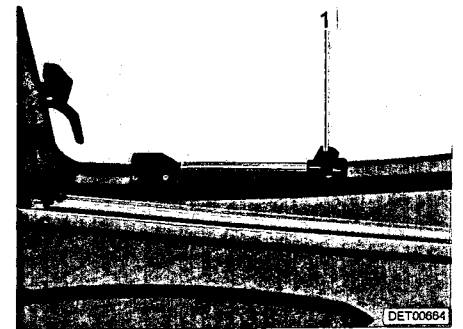

Bild 15 Dachfenster mit Dreh-Ausstellern, geöffnet
- Dachfenster bis zur gewünschten Stellung öffnen und mit Rändelknopf (Bild 15,1) feststellen.
- Rändelknopf (Bild 15,1) drehen, bis Arretierung freigegeben wird.